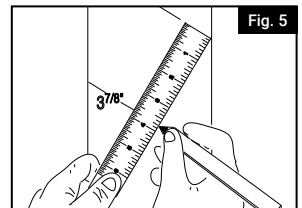

Fig. 5
3. Fixer la boucle de la main courante à la surface de montage en utilisant 2 supports de main courante (Fig. 20), en suivant les instructions de ce guide (Fig. 5, 6, 7).
1. Marquer un trait à $3\frac{7}{8}$ " (10 cm) sous la ligne de montage de la main courante pour établir l'emplacement de l'attache du support de la main courante (Fig. 5).
3. Fijar el bucle del pasamanos a la superficie de montaje con 2 soportes de pasamanos (Fig. 20), siguiendo las instrucciones de esta guía (Fig. 5, 6, 7).